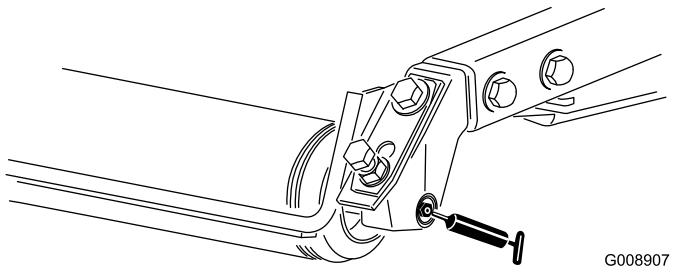

Figura 67
- Cojinetes de los rodillos traseros (2 por unidad de corte)—Figura 67